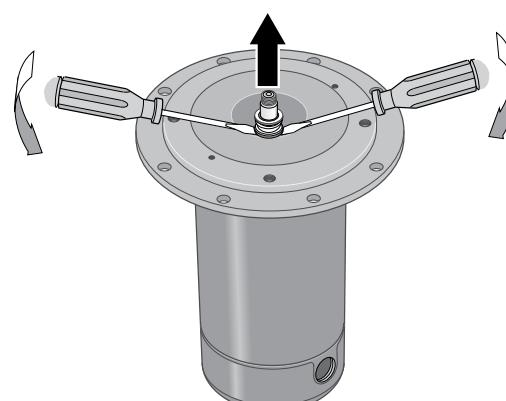

Figura 17: Retiro de la placa de estanqueidad
3. Saque la parte giratoria de la junta ubicando dos destornilladores por debajo de la arandela de estanqueidad y **con cuidado** haga palanca (Figura 17).